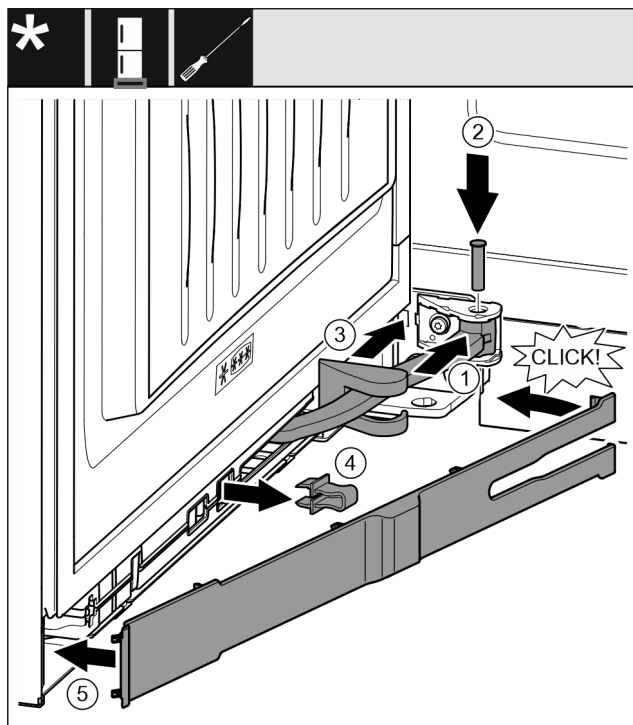

Fig. 63
- ▶ Okrenite zglob Fig. 63 (1) u ovjesu.
- ▶ Odvijačem umetnite svornjak Fig. 63 (2) u ovjes i zglob. Pritom se pobrinite za to da uskočna izbočina ispravno leži u utoru.
- ▶ Pomaknite pokrov podloška ležaja Fig. 63 (3) uzduž zgloba i montirajte ga iznad ovjesa.
- ▶ Skinite osigurač Fig. 63 (4).
- ▶ Postavite masku Fig. 63 (5) na stranu ručke i zakrenite je prema unutra.